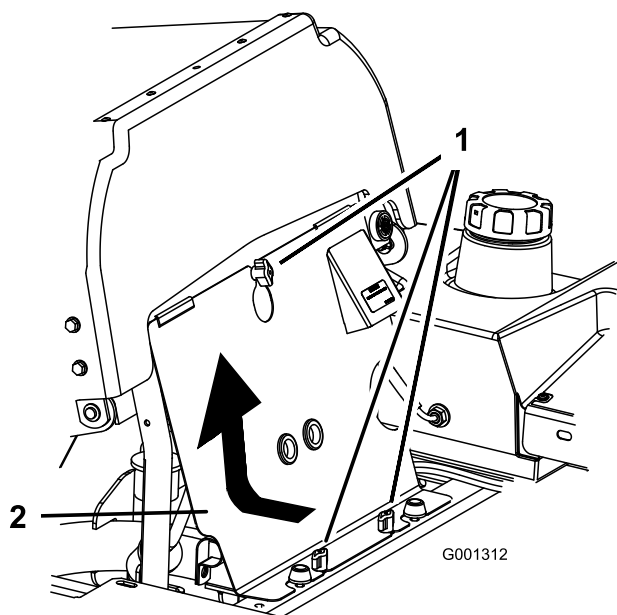

Figure 54
1. Basculez le siège en avant et déposez le panneau avant du moteur (Figure 54).